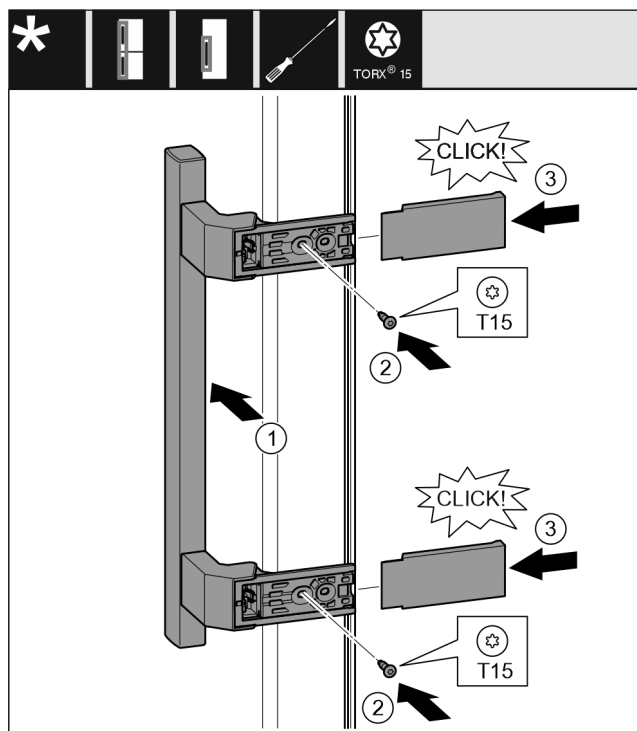

Fig. 15
- ▶ Sätt handtag på plats på motsatta sidan. Fig. 15 (1)
- ▶ Skruva fast skruvar med skruvmejsel T15. Fig. 15 (2)
- ▶ Sätt skydden på plats på sidan och skjut på dem. Fig. 15 (3)